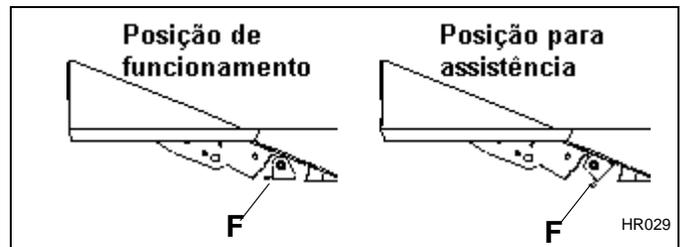

Fig. 4C
1. Rode o mecanismo anti-oscilante **(F)**, localizado por baixo do painel do pavimento do lado esquerdo, para a posição de assistência técnica - Fig. 4C.
4. Rode o mecanismo anti-oscilante **(F)** para a posição de trabalho - Fig. 4C.